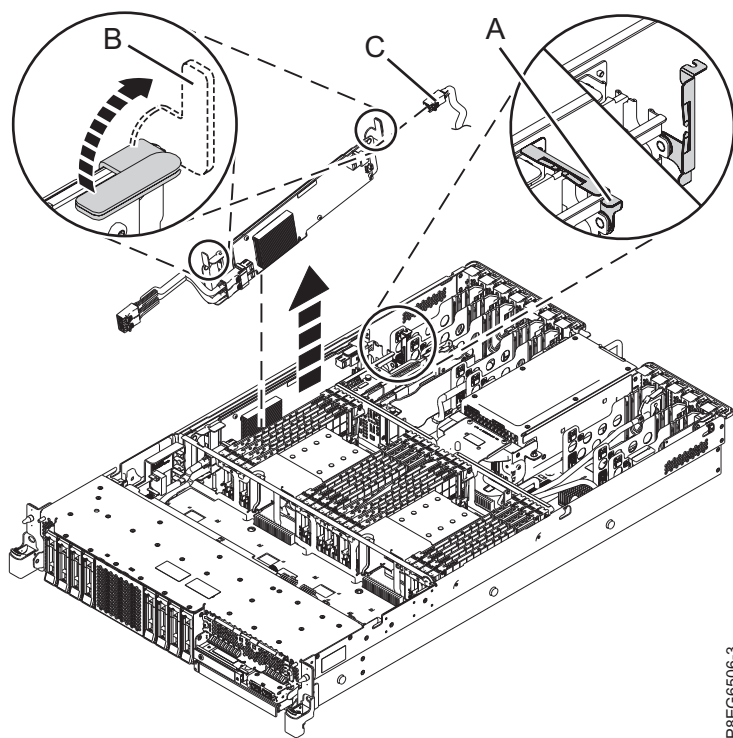

図 3. SAS RAID アダプターの取り外し
8. 前面 SAS ケーブルが接続されている SAS RAID 内部アダプターのケーブル保持ブラケット **(A)** を、6 ページの図 3 に示されている方向に持ち上げます。
9. 青いハンドル **(B)** を、6 ページの図 3 に示されている方向に持ち上げます。